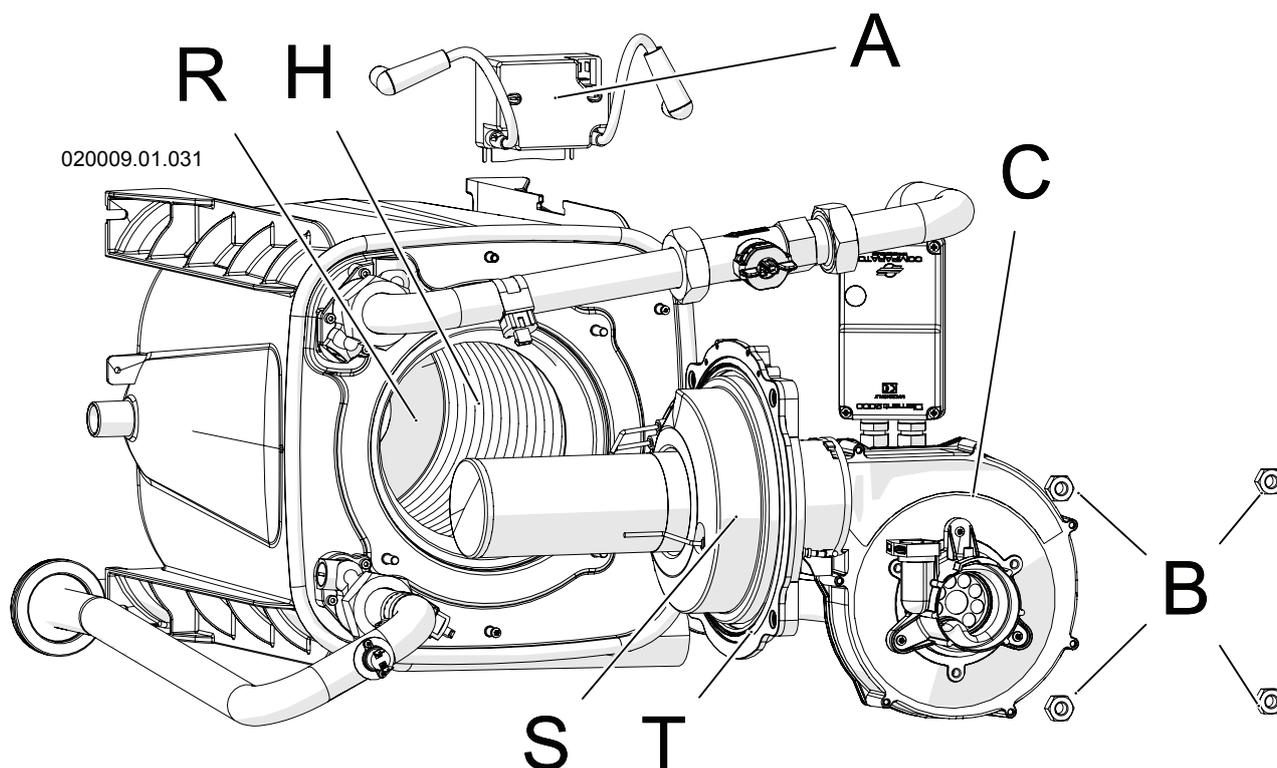

Figura 8-4
- 11.-svitare i quattro dadi "B" di Figura 8-4;
Quando non è diversamente specificato fare riferimento a Figura 8-4.
! ATTENZIONE!!! Ogni volta che si effettua la pulizia del bruciatore e dello scambiatore primario occorre verificare il buono stato degli isolanti termici "R" e "S" di Figura 8-4. Se necessario sostituirli (richiedendo gli appositi kit) assieme alla guarnizione del bruciatore "T" di Figura 8-4.